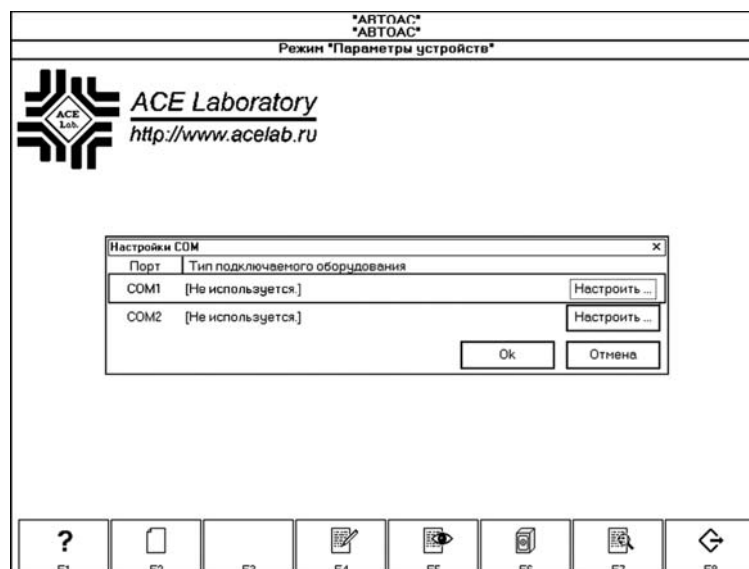

Рис. 7. Меню «Настройки СОМ-портов».
2. В меню «Выбор программы» выберите «Настройки» → «Аппаратура» → «Параметры СОМ-порта» → «Установить вручную». Программа автоматически определит доступные СОМ-порты ПК, рис. 7.